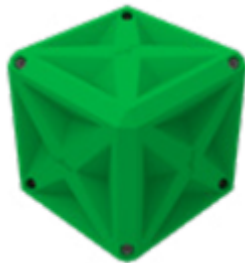

图7 方块（绿色）
**方块**—本届比赛的得分物品，是中空的塑料立方体，边长139.6mm，颜色有橙、绿、紫三种，见图7。可放在目标区中得分，也可放置于高脚杯上但不得分。